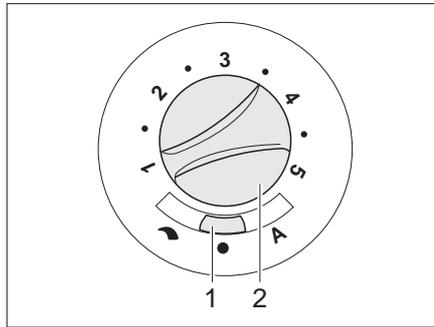

Fig. 113 Commutateur de commande du ventilateur à air pulsé (12 V)
- Régler l'interrupteur à curseur (Fig. 113,1) sur "↶" (réglage manuel) ou "A" (mode automatique).
- Si l'interrupteur à curseur est réglé sur (Fig. 113,1) "↶" (réglage manuel) : Régler la puissance désirée du ventilateur à air pulsé à l'aide du bouton de commande (Fig. 113,2).
- Régler l'interrupteur à curseur (Fig. 113,1) sur "●" (arrêt). Lorsque le chauffage est en marche, cet interrupteur est à l'arrêt.